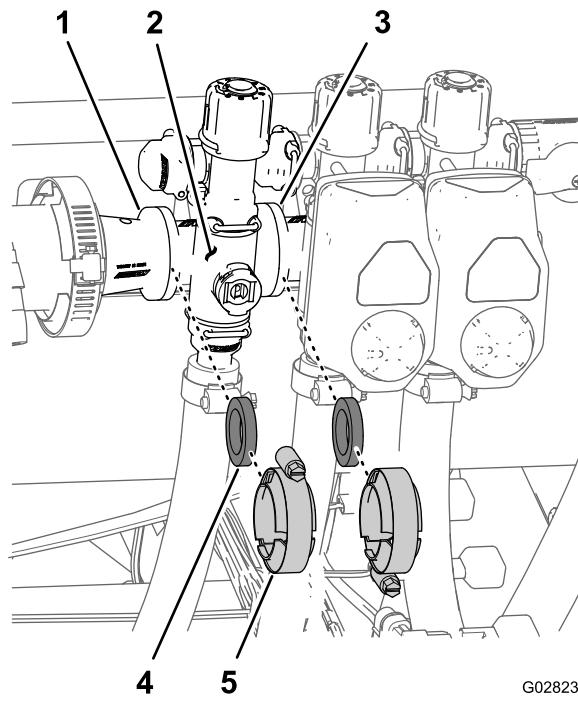

Figura 99
1. Retire las abrazaderas y las juntas que sujetan el distribuidor de la válvula de sección a la válvula de sección adyacente (si es la válvula de sección de la izquierda y el racor reductor) como se muestra en Figura 99.